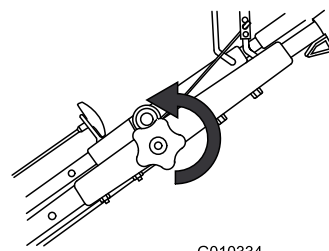

Рисунок 15
1. Ослабьте головку верхней части рукоятки (Рисунок 15).